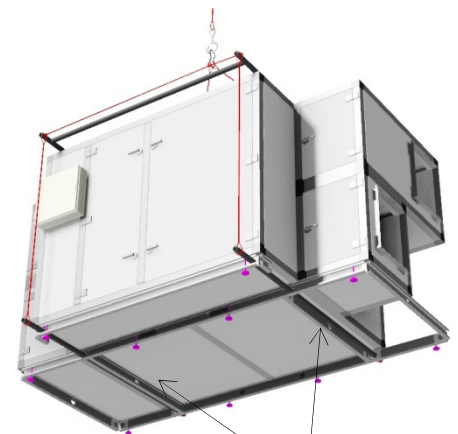

Fig.5
- OBS! Gafflarnas placering måste ske under de djupgående profilerna under A-modulen (**Fig.5**) Annars finns risk för materiella skador på aggregat.